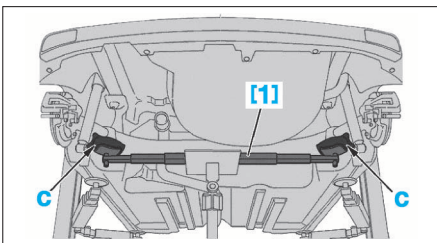

FIG. 48
• Positionner la traverse de train arrière à l'horizontale, à l'aide de l'outil de levage [1] (prendre appui sous les coupelles de ressort de suspension en "C") (Fig.48).